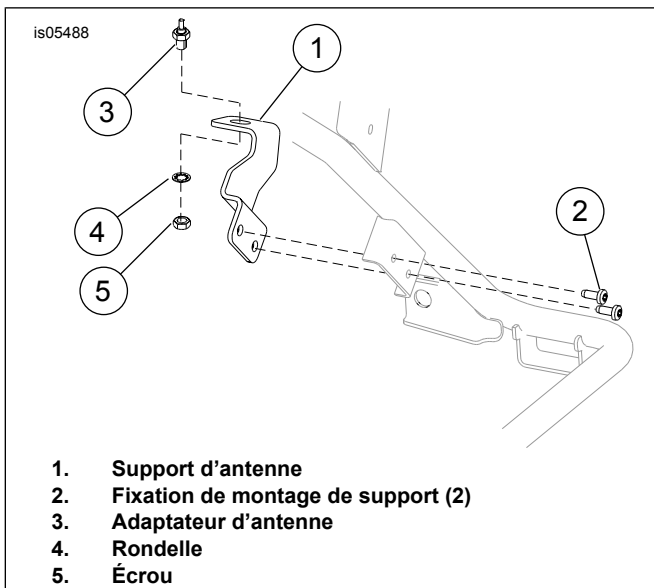
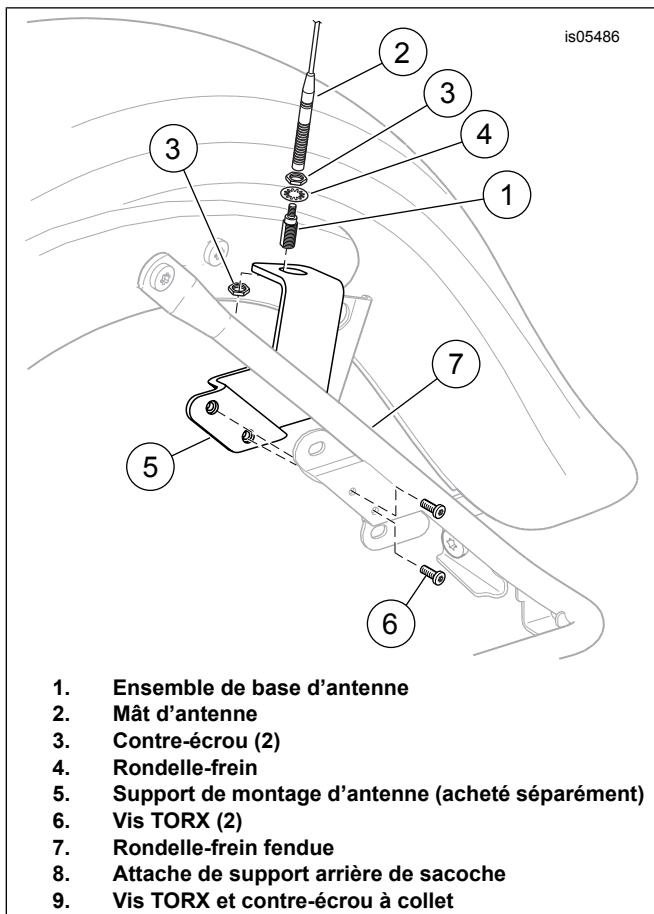
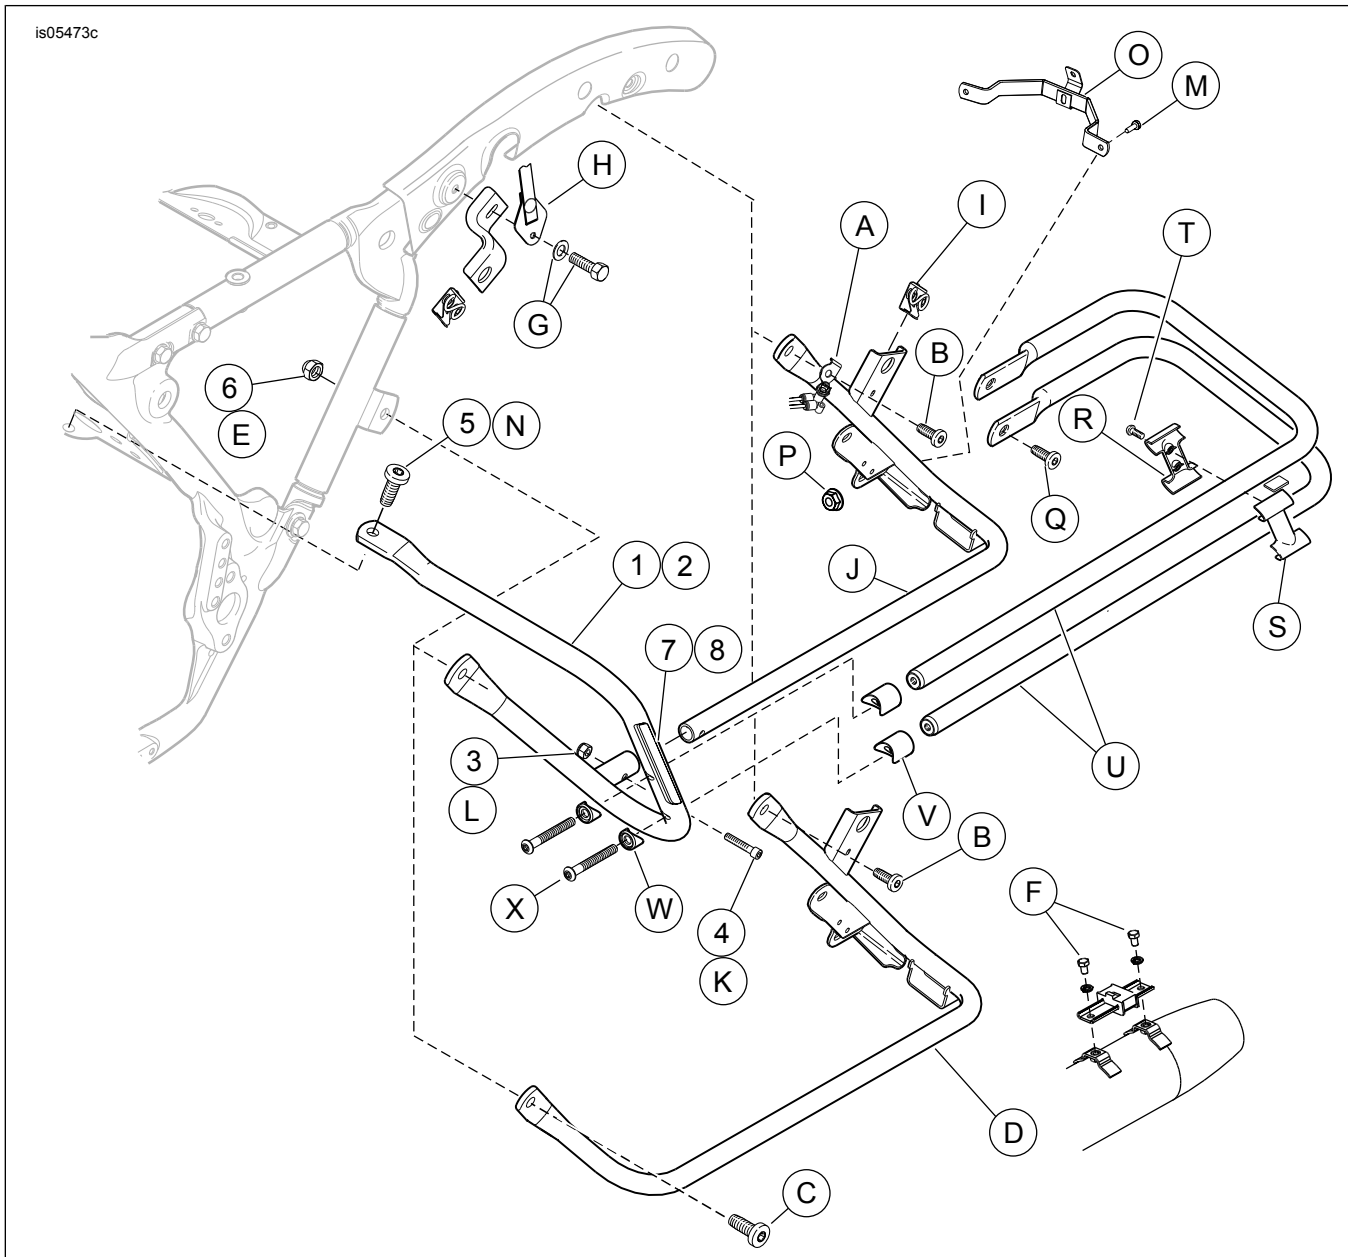

Figure 1. Déposer l'antenne et son support
Figure 2. Support de montage d'antenne
Figure 3. Pièces détachées : Kit de protection de sacoche (côté gauche illustré)
Voir Figure 3 et Tableau 1.
2. Voir Figure 3. Déposer la vis de sangle de maintien et la rondelle (G). Retirer la sangle de maintien (H). Retirer la selle selon les instructions du manuel d'entretien.
1. Voir Figure 3. Retirer les vis (F) qui attachent les protections de sacoche aux supports de silencieux.
2. Retirer le boulon (M) et l'écrou (P). Conserver le boulon (M) pour l'installation. Jeter l'écrou (P).
3. Retirer les vis (B, N et C) et l'écrou (E). Conserver les vis (B et C) pour l'installation. Jeter l'écrou (E) et la vis (N).
4. Retirer le réceptacle de goujon (I) et le conserver pour l'installation.
5. Voir Figure 1. Retirer le support d'antenne (1), les fixations de montage (2), l'écrou (5) de montage d'antenne, la rondelle (4) et l'adaptateur d'antenne (3). Conserver l'antenne et la visserie et jeter le support.
6. Enlever le support (D) et jeter.
1. **Pour les modèles FLTR et FLHX :** Voir Figure 3.
- a. Installer la vis de montage de support de sacoche arrière (B) dans le support de suspension pneumatique (A) et le support de sacoche (J). Serrer la vis à la main.
- b. Installer le boulon (M) et l'écrou (P) (achetés séparément). Serrer à la main.
- c. Installer le réceptacle de goujon (I) dans le support de sacoche (J).
- d. Voir Figure 2. Installer le support d'antenne (acheté séparément) avec la visserie (retirée précédemment).
2. Installer la protection de sacoche avant neuve (1 ou 2) sur le support de sacoche (J).
3. Installer la vis (4) et l'écrou (3). Serrer à la main.
4. Fixer la protection de sacoche avant avec le boulon supérieur (5) et le boulon inférieur (C) avec l'écrou (6). Serrer à la main.
5. Serrer la vis supérieure de protection avant (5) à un couple de 43–49 N·m (32–36 ft-lbs).
6. Serrer la vis inférieure (C) et l'écrou (6) à un couple de 43–49 N·m (32–36 ft-lbs).
7. Serrer la vis du support de sacoche (4) et l'écrou (3) à un couple de 8–11 N·m (70–100 in-lbs).
- a. Serrer la vis de montage du support de sacoche arrière (B), à un couple de 20–27 N·m (15–20 ft-lbs).
- b. Serrer la vis du support de garde-boue (M) et l'écrou (P) à un couple de 20–27 N·m (15–20 ft-lbs).
- c. Installer le silencieux avec les vis (F) et retirer le support en bois. Serrer les vis à un couple de 10,8–16,3 N·m (96–144 in-lbs).